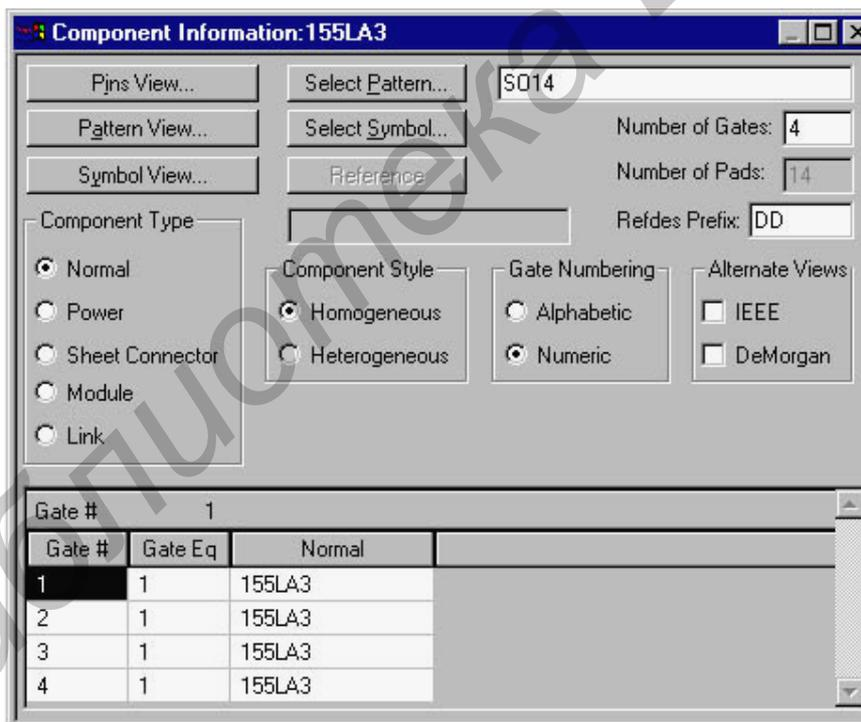

Рис. 1.13. Меню Component Information
Создание компонента с помощью Library Executive. После загрузки Library Executive выполняется команда **Component>New**, и в ее диалоговом окне указывают файл библиотеки, в который ранее занесены корпус и символ компонента. Затем на экран выводится окно **Component Information** (рис. 1.13). В нем сначала нажимают кнопку **Select Pattern** для подключения графики корпуса компонента. В открывшемся окне **Library Browse** из списка корпусов, помещенных в открытую библиотеку, выбирают нужный - в рассматриваемом примере это SO 14. Затем вводят следующую информацию.
4. В графе **Gate Numbering** выбирают цифровой способ именования секций компонента *Numeric* (первая секция в графе **Gate #** в таблице на рис. 1.13 получит номер 1, вторая - 2 и т.п.). Все секции однородных компонентов по умолчанию получают одинаковый код логической эквивалентности **Gate Eq**, что позволит их автоматически переставлять в процессе размещения компонентов на ПП.